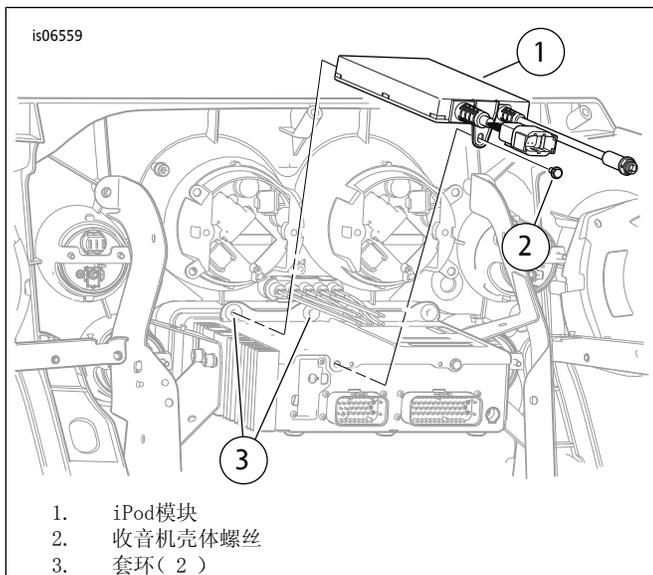

图1。iPod模块安装
1. 参见图1。找到位于AM-FM收音机壳体顶部的iPod模块(1)：